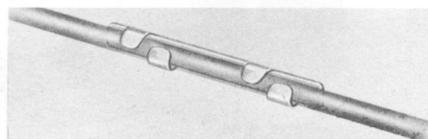

Fig. 15 – B Adhesive Clip
3.13 B adhesive clip (Fig. 15)